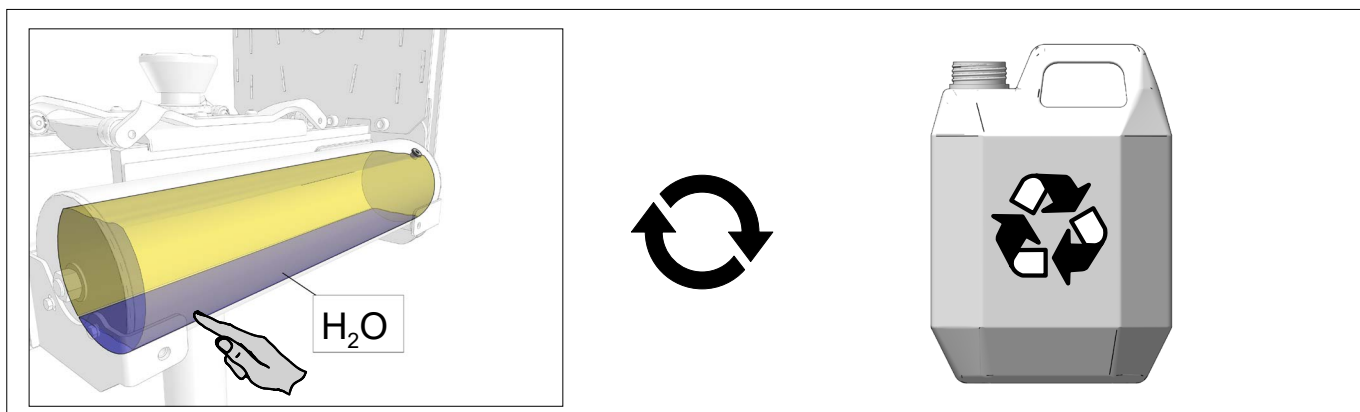

Fig.45
- Vand i olien (Fig.45)
- Presence of water in the reservoir (Fig.45)
- Wasser im Ölbehälter (Fig.45)
- Présence d'eau dans un réservoir d'huile (Fig.45).
- Vatten närvaro i oljetank (Fig.45)
- Veden läsnäolo öljysäiliössä (Fig.45)
- Wateraanwezigheid in olietank (Fig.45).
- Presencia de agua en el tanque de aceite (Fig.45).
- Наличие воды в масляном баке (Fig.45).
- Presenza d'acqua nel serbatoio dell'olio (Fig.45).